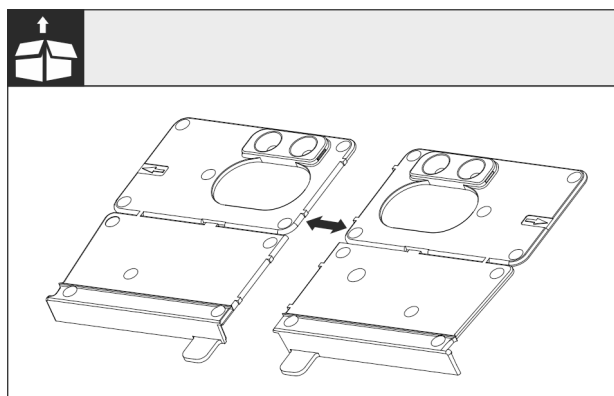

Fig. 24
- Separare l'angolare di montaggio della base Fig. 24 () lungo la perforazione.